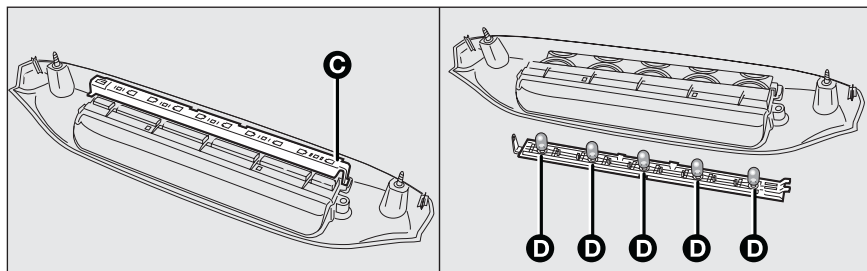

fig. 39
- sganciare la molletta **C**-fig. 39 e separare il gruppo lampade dal gruppo trasparente;